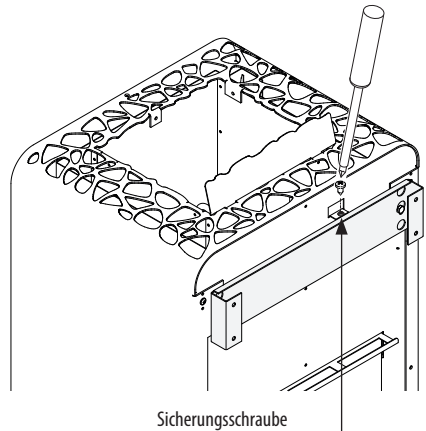

Abb. 7
- Den Saunaofen mittels Blechschraube durch die am hinteren Ofenrand befindliche Bohrung an der Wandhalterung sichern (Abb. 7).